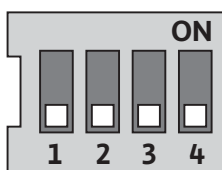

Fig. 29 : Interrupteur DIP
L'interrupteur DIP (fig. 9, pos. 6/fig. 29) se trouve sous le capot de l'appareil.